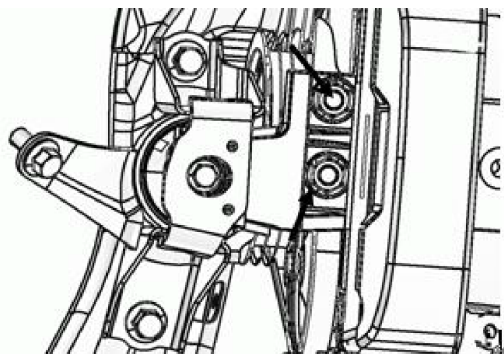

图 7
2.6.1 拆下发动机右悬置总成与发动机连接的 2 个螺母（如图 7 所示）。
2.10.2 将发动机右悬置安装支架与发动机凸缘螺栓上的两个螺母打力矩为 85 N.m (如图 7 所示)